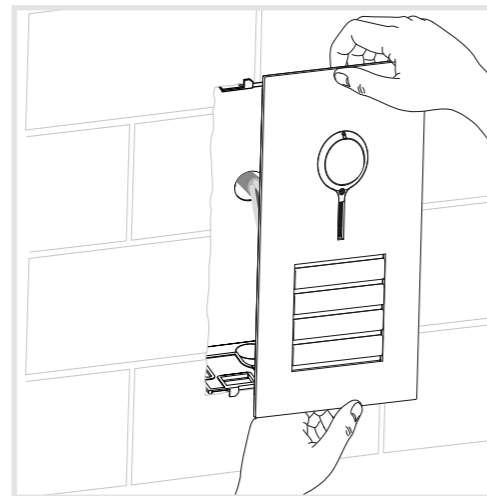

Figura 12: attivazione della stazione da porta
- Attivare la stazione da porta e premerla fino ad avvertirne lo scatto contemporaneo sopra e sotto (figura 12).